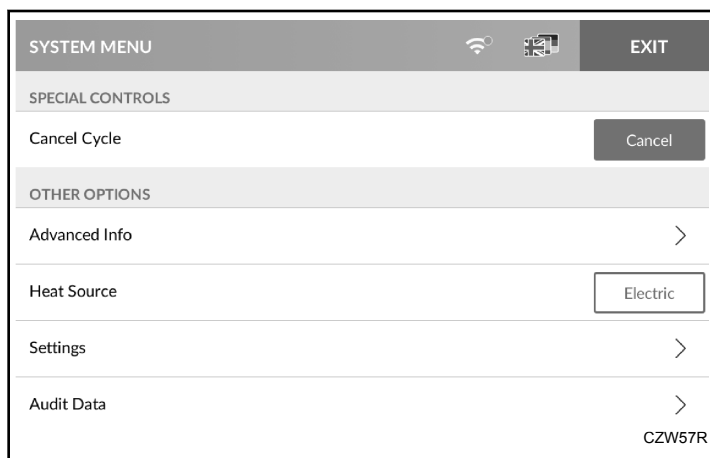

Figure 17
2. Appuyez sur le bouton Démarrage différé sur l'écran du Cycle sélectionné. L'écran de Démarrage différé s'affiche alors. Voir *Figure 17*. Sélectionner un autre cycle de lavage permet d'annuler le Départ Différé.